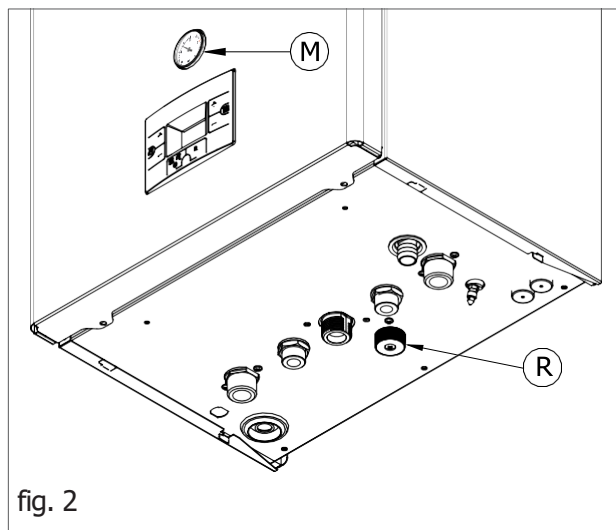

fig. 2
4. Deschideți robinetul de umplere „R” (fig. 2).
6. Verificați cu ajutorul manometrului „M” (fig. 2) dacă presiunea din sistem ajunge la **1.2 bar** (fig. 4).
7. După efectuarea acestei operațiuni, asigurați-vă că robinetul de umplere „R” (fig. 2) este bine închis.